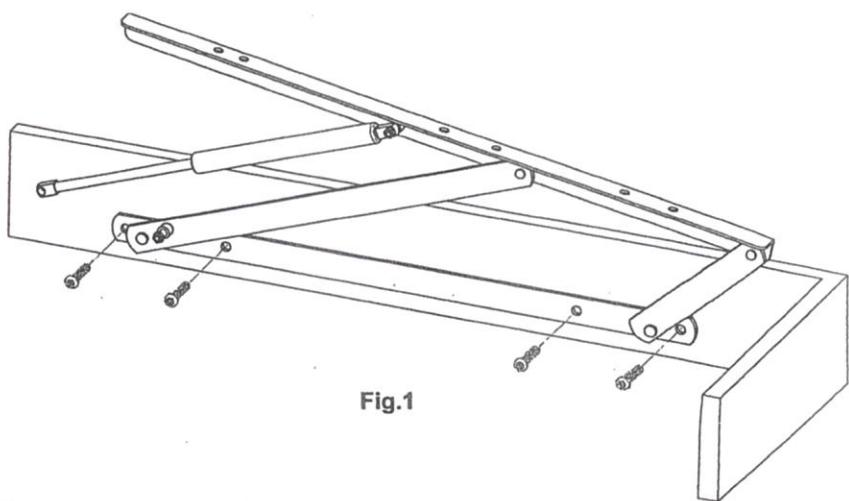
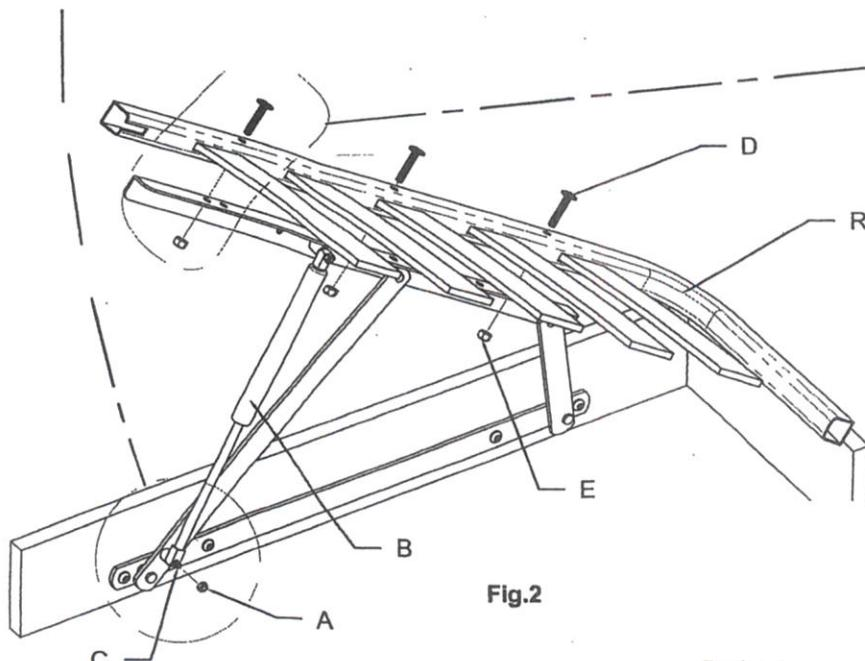

Fig.1
Fig.2
- Avvitare gli angolari in ferro (A) agli elementi del giretto (pediera – bandine) con viti TBL EI 8MAX30 e chiave esagonale in dotazione fino a completa chiusura (fig. 1). Ripetere l'operazione per l'elemento testiera, avvitando con n. 4 TBL EI 8MAX30 e n. 4 TBL EI 8MAX60 (*).
- Avvitare il piede in plastica (D) all'angolare in ferro (A).
- 1 traverso centrale (B) posizionato al centro ed in battuta sul lato inferiore della bandina con viti TPS 4x25 aggregate (fig. 2 part. 4). Avvitare il piede c.le in plastica;
- 2 angolari (E) posizionati sulla testiera e sulla pediera con viti TBL EI 8MAX30 (fig. 2 part. 3) e chiave esagonale in dotazione fino a completa chiusura.
- Eseguire il montaggio degli elementi che compongono la rete estensibile: Avvitare i due trapezi con molle a gas sul telaio della rete con viti TB EI 8MAX50, dadi M8, rondelle e cappuccio copridado (fig. 2 part. 2). Avvitare l'elemento a "U" sostegno / materasso al telaio della rete con viti TPS EI M8x70 in dotazione (fig. 2 part. 1).
- Fissare i meccanismi telescopici della rete alle bussola premontate sulle bandine con viti TB EI M8x40 e lama distanziale (G).
- Alloggiare i 2 pannelli di fondo (F) all'interno del giretto.
- Fissare gli angolari reggirete (C) sulle bandine mediante viti TBL EI 8MAX30 con chiave esagonale in dotazione fino a completa chiusura.
- Screw the metal corner element (A) with the elements (footboard – bedside elements) with TBL EI 8MAX30 screws and allen wrench until it is completely closed (fig. 1). Repeat the above for the headboard element using nr. 4 screws TBL EI 8MAX30 and nr. 4 screws TBL EI 8MAX60 (*).
- Screw the plastic foot (D) to the metal corner element (A).
- 1 central element (B) across the middle on the bottom of bed sides with TPS 4x25 screw. Screw the plastic foot to the central element.
- 2 brackets (E) on headboard and footboard, with TBL EI 8MAX30 screws (fig. 2 part. 3) and allen wrench until it is completely closed.
Screw the 2 hardware pistons on the slat frame with screws TBL EI 8MAX50 M8 nuts washer and caps nuts (fig. 2 part. 2).
Screw "U" element on the slat frame with TSP EI 8MAX70 (fig. 2 part. 1).
5. Fix pistons to the bush which have been preassembled in the bed sides, with TBL EI 8MAX40 screws and thickness (G) (fig. 2 part. 2).
6. Attach the 2 bottom panels (F) to internal bed frame.
7. Hook the slat frame brackets (C) on the bedside with TBL EI 8MAX30 and allen wrench until it is completely closed.
9. For the closing caveau (fig. 2 part. 5) place the mattress on the slat and exert a downward pressure side hassock.
Aprire il meccanismo come da Fig.1 ed fissare il meccanismo alla sponda con le apposite viti.